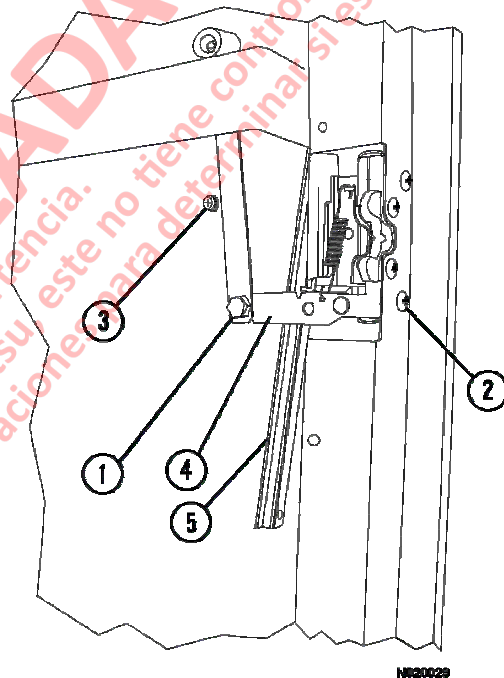

FIGURA 2-14
3. Saque el perno y la tuerca del interior de la palanca de liberación (1, Figura 2-14).
4. Saque los cuatro pernos de montaje (2) que sujetan el mecanismo del seguro a la puerta.
5. Saque el mecanismo del seguro de la puerta (4). Revise si el mecanismo del seguro de la puerta funciona correctamente realizando la siguiente prueba.
6. Saque los pernos de montaje (3) de la manilla de la puerta exterior. Con la manilla de la puerta desmontada, ajuste el émbolo hacia la izquierda para aumentar la altura del botón de liberación de la manilla de la puerta. Bloquee el perno del émbolo con la tuerca de bloqueo. Aplique Loctite® para evitar que el perno se suelte.
Asegúrese que una canal en el marco de la ventana (5, Figura 2-14) que está junto al seguro de la puerta pase al lado interno del conjunto del seguro (4).
2. Saque el perno y la tuerca (1, Figura 2-14) de la manilla de la puerta interior.
3. Saque los cuatro pernos de montaje (2) del seguro. Saque el conjunto del seguro.
4. Si reemplaza el conjunto del seguro, vaya al Paso 5. Si reemplaza la manilla de la puerta exterior, saque tres pernos (3) que sostienen la manilla al panel de la puerta.
5. Instale un conjunto de seguro nuevo y alinee los orificios de montaje. Instale cuatro pernos de montaje (2, Figura 2-14). Asegúrese que queden apretados.
6. Alinee la manilla de la puerta interior e instale el perno y tuerca (3).